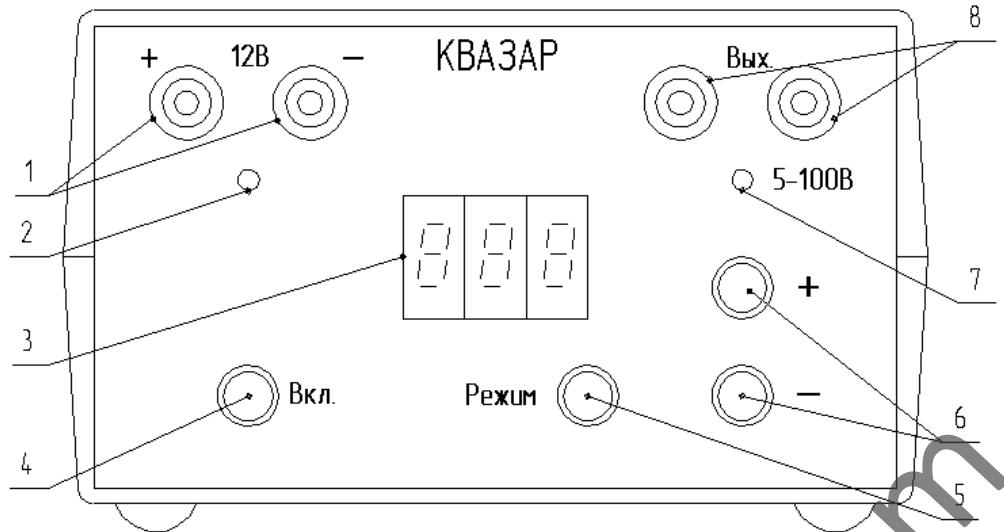

Рис.3. Генератор сигнальный.
Генератор (рис.3) вырабатывает переменное модулированное напряжение сигнала рабочих частот повышенной мощности для подачи его на обследуемые объекты. Магнитный поток, индуцируемый током генератора, используется для локации при трассировке подземных сооружений, а напряжение генератора – для обнаружения мест повреждения изоляции по характеру токов утечки на поверхности грунта над исследуемыми объектами. Питание генератора осуществляется от источника постоянного тока с номинальным напряжением 12В подходящей мощности (аккумулятор или выпрямитель).
Для включения генератора следует нажать и отпустить кнопку «Вкл.» (рис.3). Прибор игнорирует нажатия кнопки питания длительностью менее 0.3 секунды. Все нажатия кнопок управления генератора коротким звуковым сигналом. Сразу после включения генератор загружает из своей энергонезависимой памяти те настройки, которые были на момент отключения генератора кнопкой «Вкл.» (кроме уровня выходной мощности). **Выходная мощность при включении всегда устанавливается на «нулевой» уровень** (напряжение на зажимах «Выход» равно нулю). Это сделано в целях повышения безопасности использования прибора.
После включения прибора кнопкой «Вкл.» (рис.3) прибор подает короткий звуковой сигнал, в течение трех секунд показывает величину напряжения питания и переходит в режим индикации и управления мощностью. Светодиод индикации питания (2) горит непрерывно зеленым цветом при напряжении на питающих клеммах от 11.5 до 16 В, а при напряжении питания ниже 11.5 В светодиод начинает мигать зеленым цветом свечения. Это является сигналом о предельном уровне разряда для кислотных аккумуляторов. При напряжении питания менее 9 В и более 16 В светодиод горит красным цветом. Красный цвет сигнализирует о выходе напряжения питания за границы допустимого уровня. При красном цвете горения светодиода преобразователь генератора выключается и генерация прекращается.